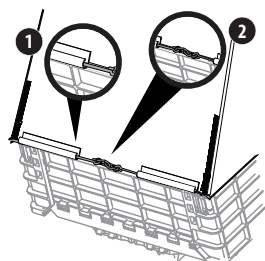

Figura 16
9. Estire las cuerdas elásticas ubicadas en la parte trasera derecha e izquierda inferior de la cubierta de malla horizontalmente hacia el centro hasta que los mosquetones fijados se junten. Deslice las cuerdas elásticas dentro de los canales fijados a la parte inferior de la cubierta de malla (1) y enganche los mosquetones (2), como se ilustra en la Figura 16.